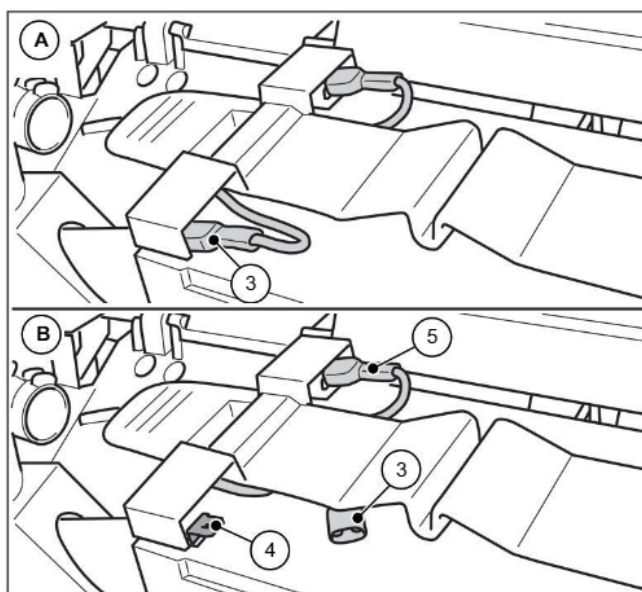

Fig. 24: Frakobl batterikablet
3. Frakobl det blå batterikabel (3) fra batteriets stiklaske (4).
- » Sørg for, at det blå batterikabel (3) ikke påvirkes af eksterne faktorer, som f.eks. enhedens bevægelse kan skabe uønsket kontakt med stiklasken (4) (se fig. 24, billede B).
- » Det røde batterikabel (5) forbliver tilsluttet.
4. Luk hættten (2) og lås den ved hjælp af laskerne (1).